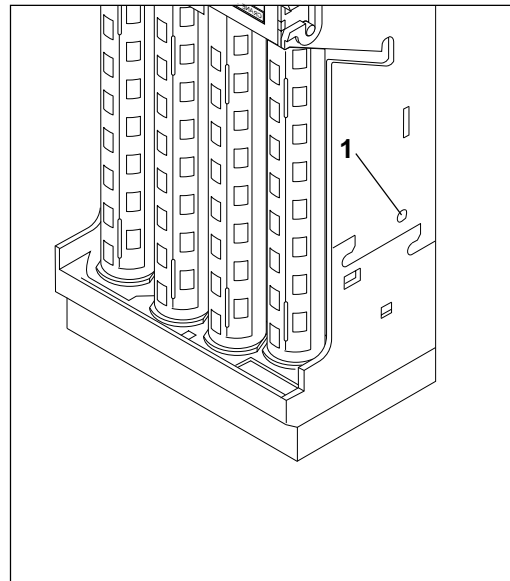

Abb. 13: Befestigungsschraube lösen
- Es ist unbedingt erforderlich, an der rechten Gehäuseseite die Befestigungsschraube (1) für den Kassenkanal zu lösen. (Abb. 13)